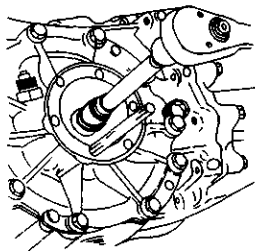

图 3-101 拆卸紧固螺栓
- 4) 锁住传动轴（半轴），拆下紧固螺栓，如图 3-101 所示。